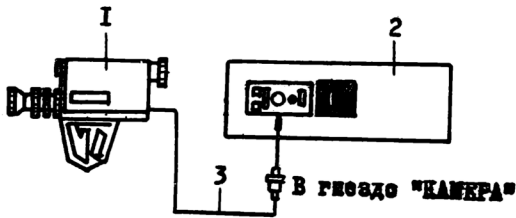

Рис.5. Схема соединения камеры
5.3. Запись видеокамерой "Электроника-видео" (рис.5).